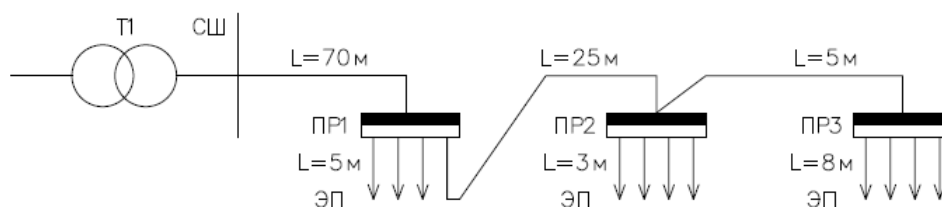

Рис. 1. Схема электрическая принципиальная
1. Распределить электроприемники, представленные в табл. 1 по пунктам питания, в соответствии с принципиальной схемой на рис. 1 и доступным количеством присоединений.